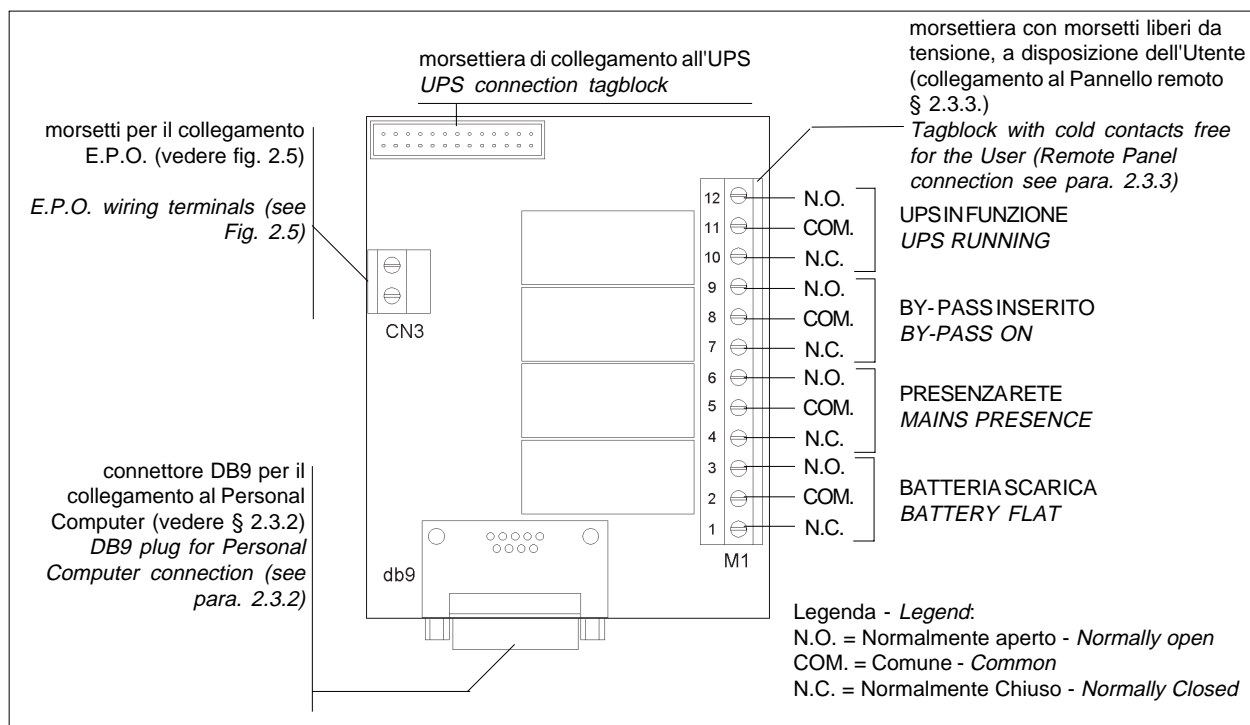

Fig. 2.7 - Schema dei collegamenti della scheda interfaccia segnali con relè
- 1) Proceed to wire-connect as shown on the diagram of Fig. 2.7.